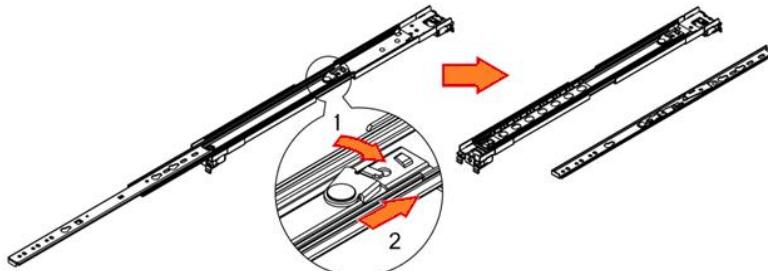
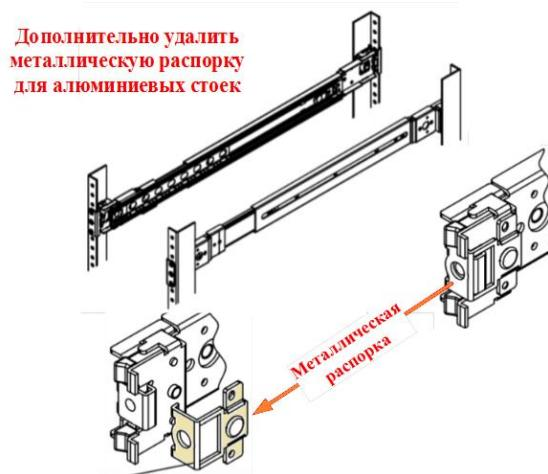

Рисунок 116 - Фиксирующий стопор
Рисунок 117 - Металлическая распорка
- 2) Отпустить фиксирующий стопор (см. Рисунок 116) и нажать средний канал внутрь, чтобы его убрать (см. Рисунок 117).